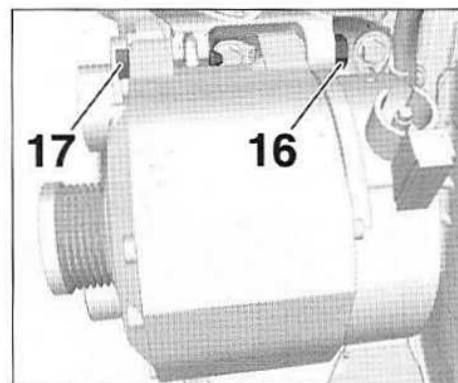

FIG.13
- Desserrer la vis (16) de trois tours (Fig.13).
- Déposer la vis (17).